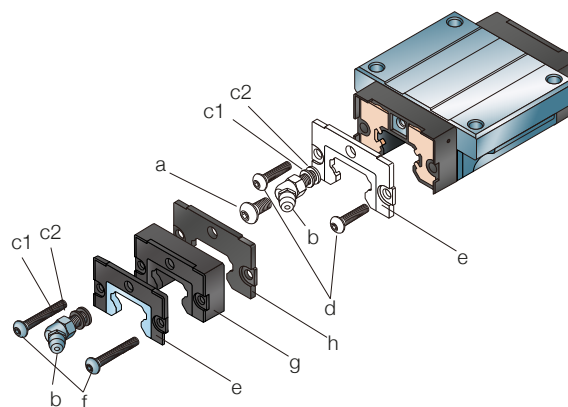

Abb. 30
1. Schmiernippel (b) und Unterlegscheiben (c1, c2) bzw. den Gewindestift (a) (↳ Abb. 30) entfernen